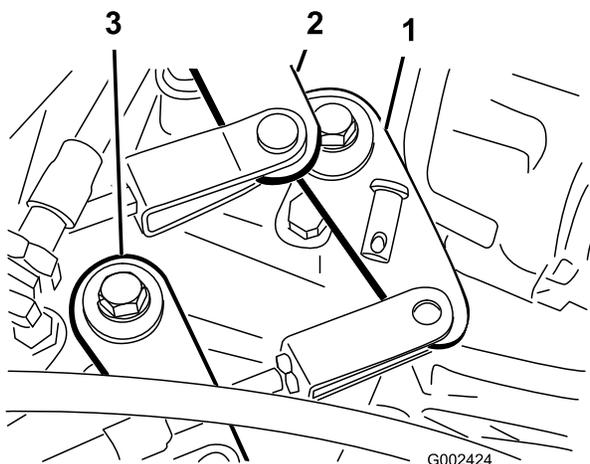

Рисунок 54
2. Снимите шплинтуемые штифты, крепящие тросики переключения передач к рычагам переключения передач (Рисунок 54).
1. Снимите штифт с головкой и отверстием под шплинт, который крепит трос высокого-низкого диапазона к коробке передач (Рисунок 54).